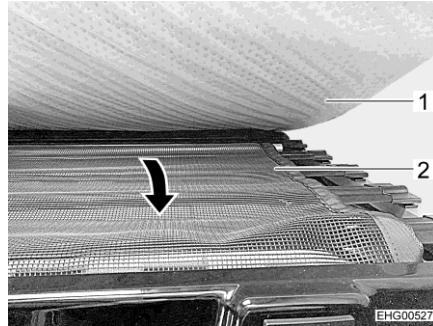

Bild 41 Sicherungsnetz
- Sicherungsnetz (Bild 41,2) unter der Matratze (Bild 41,1) herausziehen und über die Einstiegsöffnung spannen.